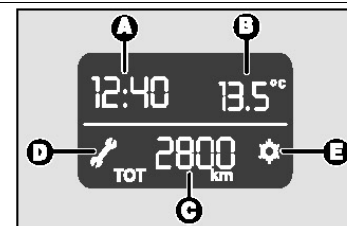

рис.21
- Время **A** – **рис.21**;
- Срок следующего планового техобслуживания (выводится символ  **D** – рис.21).
- Предупреждение о возможности гололеда на дороге (выводится символ  **E** – рис.21).
- Время **A** – рис. 21;